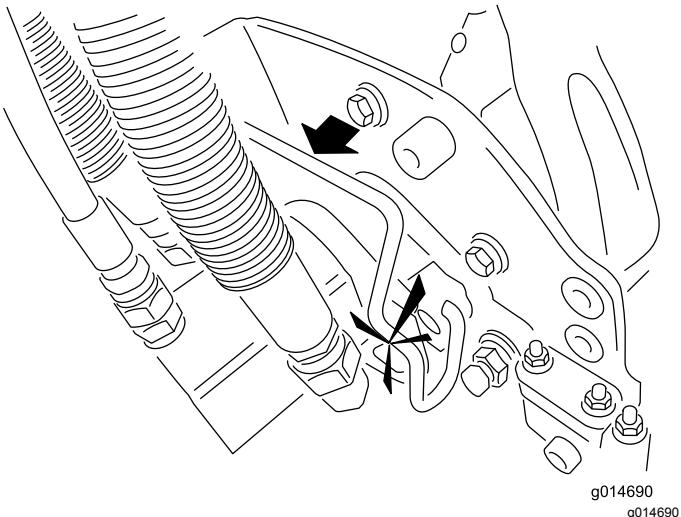

Figure 3
5. Insérez le moteur dans le côté gauche de l'unité triple rouleau (vu de la position de l'utilisateur) et tirez la barre de retenue du moteur située sur l'unité triple rouleau vers le moteur jusqu'à ce que vous entendiez un déclic des deux côtés du moteur (Figure 3).